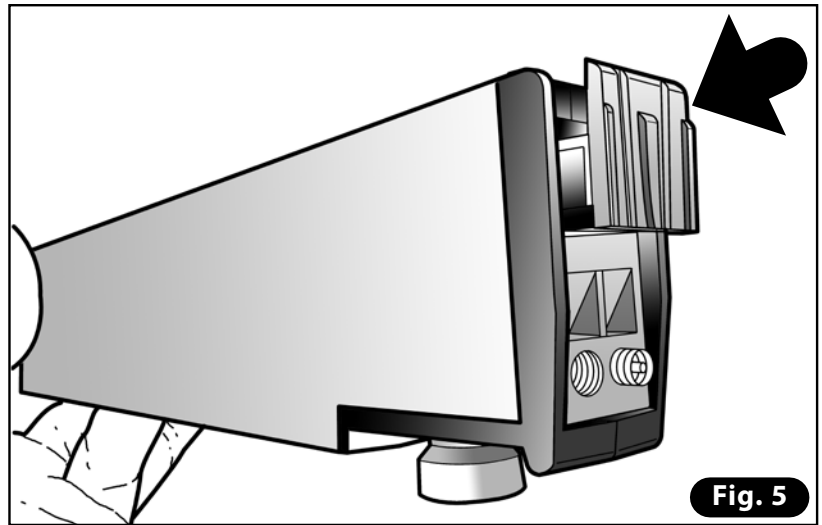

Fig. 5
- 5) Sfilare la vecchia resistenza, prestando attenzione a mantenere i due pressori in ottone e relative molle, nelle loro sedi (Fig. 5).